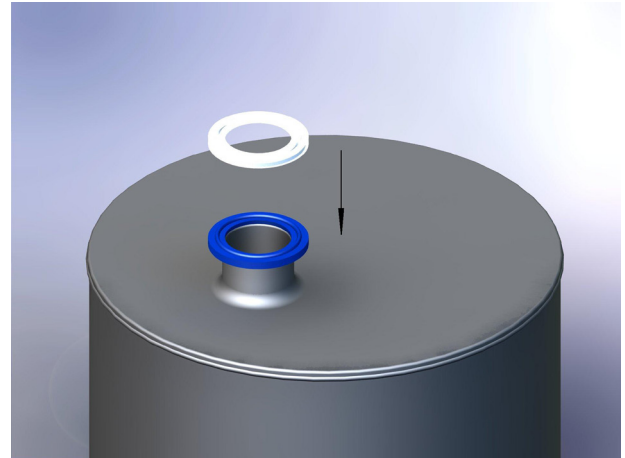

Bild 4-4: Einsetzen der Dichtung
1. Passende Dichtung einsetzen (siehe Bild 4-4).